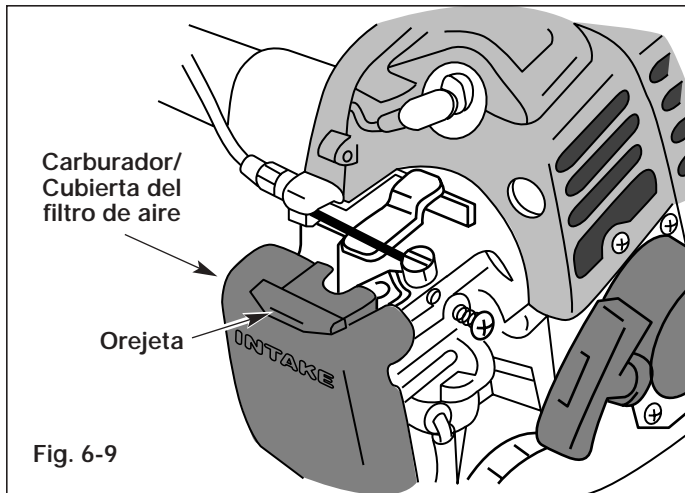
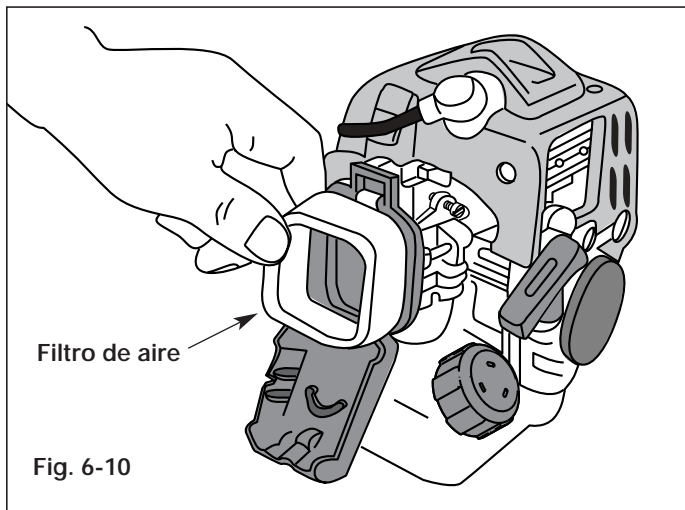

Fig. 6-9
Fig. 6-10
1. Saque la cubierta del filtro de aire/carburador empujando la lengüeta de arriba de la cubierta (Fig. 6-9).
2. Saque el filtro de aire (Fig. 6-10).
6. Vuelva a instalar el filtro (Fig. 6-10) y la cubierta del filtro de aire (Fig. 6-9).